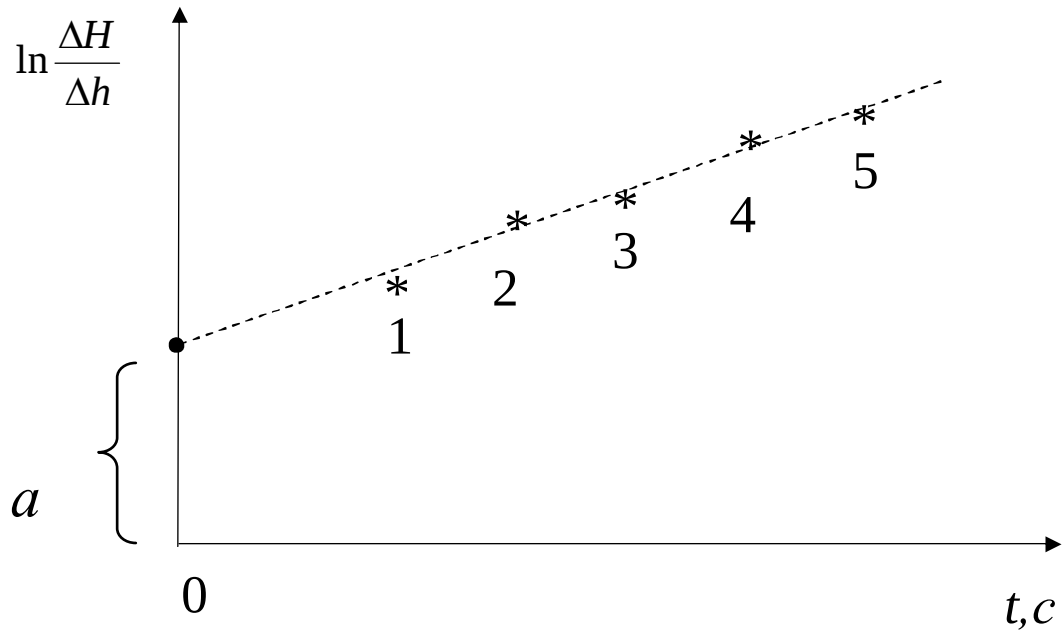

Рис. 3. Зависимость $\ln \frac{\Delta H}{\Delta h}(t)$
Из выражения (16) видно, что $\ln \frac{\Delta H}{\Delta h}$ является линейной функцией от времени t . Вид этой функции представлен на рис. 3. Причем, при $t = 0$
Из рис. 3 видно, что a – отрезок, отсекаемый при экстраполяции полученной зависимости на оси абсцисс. Из (17) получаем, что
10. Постройте в координатной системе (рис. 3) точки, соответствующие рассчитанным значениям $\ln \frac{\Delta H}{\Delta h}(t)$ (точки 1, 2 ... 5 на рис. 3).
11. Для нахождения показателя адиабаты γ используем метод парных точек, в соответствии с которым после нанесения на график экспериментальных точек из них необходимо выбрать пары, в которых точки отстоят друг от друга примерно на одинаковом расстоянии. Желательно, чтобы это расстояние было максимально возможным. В нашем случае удобно взять пары точек 1-3, 2-4, 3-5. С помощью линейки через пары экспериментальных точек 1-3, 2-4, 3-5 проведите линии до пересечения с осью абсцисс (на рис. 3 линия построена пунктиром). Для каждой линии определите значения величины a : a_1 , a_2 , a_3 .
12. Из выражения (18) рассчитайте величину γ_i для каждого значения a . Найдите $\gamma_{\text{ср}}$. Полученные значения занесите в таблицу.